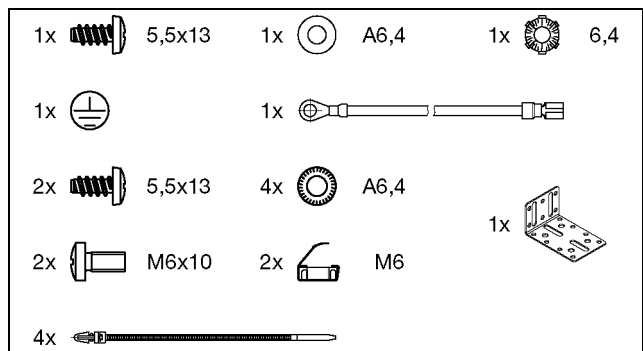
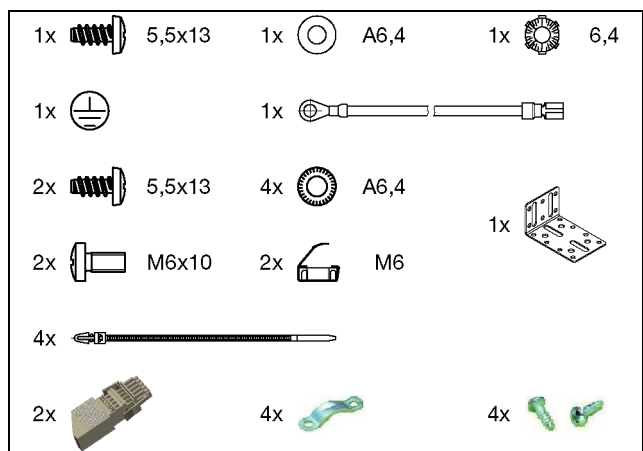
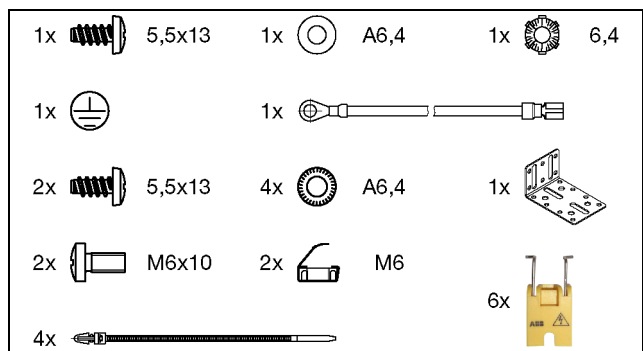

Abb. 1: Beigelegtes Zubehör PSM Stromschienen 7856.005 und 7856.006
Abb. 2: Beigelegtes Zubehör PSM Stromschienen 7856.008, 7856.010 und 7856.020
Abb. 3: Beigelegtes Zubehör PSM Stromschienen 7856.321 und 7856.323
- Beigelegtes Zubehör (Abb. 1, Abb. 2 bzw. Abb. 3)